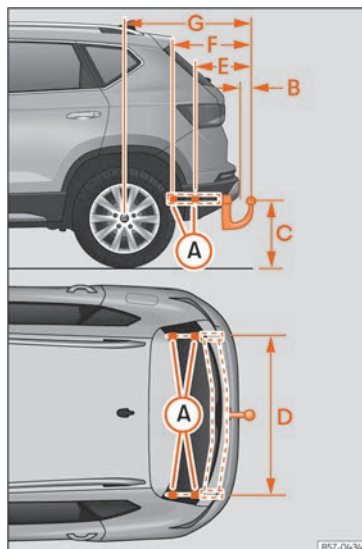

Fig. 185 Cotas y puntos de fijación para el montaje posterior de un dispositivo de remolque.
La cota entre el centro del cabezal esférico y la calzada »» fig. 185 (C) no deberá ser nunca inferior a la indicada. Esto rige también con el vehículo a plena carga, incluyendo la carga vertical máxima técnicamente admisible sobre el acoplamiento.